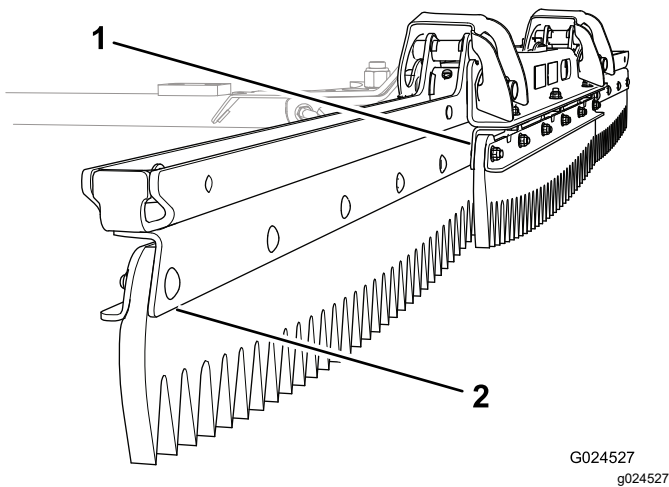

Figura 5
1. Posicione los conjuntos con la placa superior del conjunto central orientada hacia adelante, y la placa superior de cada conjunto lateral orientada hacia atrás (Figura 5).